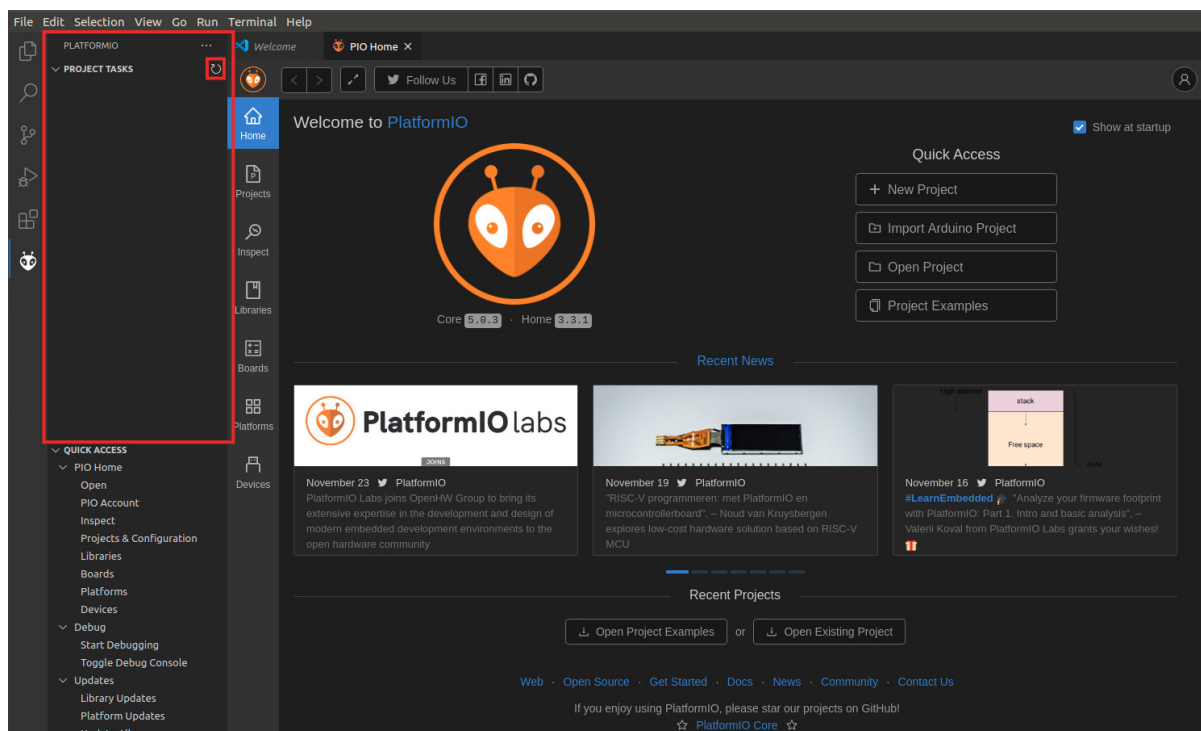

图13. “PROJECT TASKS”（项目任务）窗口为空 – 刷新
- 如果“Project Tasks”（项目任务）窗口为空（图13），必须先通过单击来刷新“Project Tasks”（项目任务）。这可能需要几分钟。